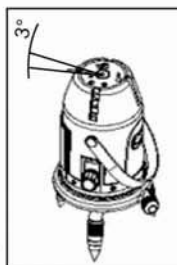

Рис.6
- Когда компенсатор выходит из диапазона работы  $\pm 3^\circ$ , прибор начинает автоматически мигать. Выставьте прибор в горизонтальное положение с помощью круглого пузырькового уровня (Рис.6). Продолжите работу.